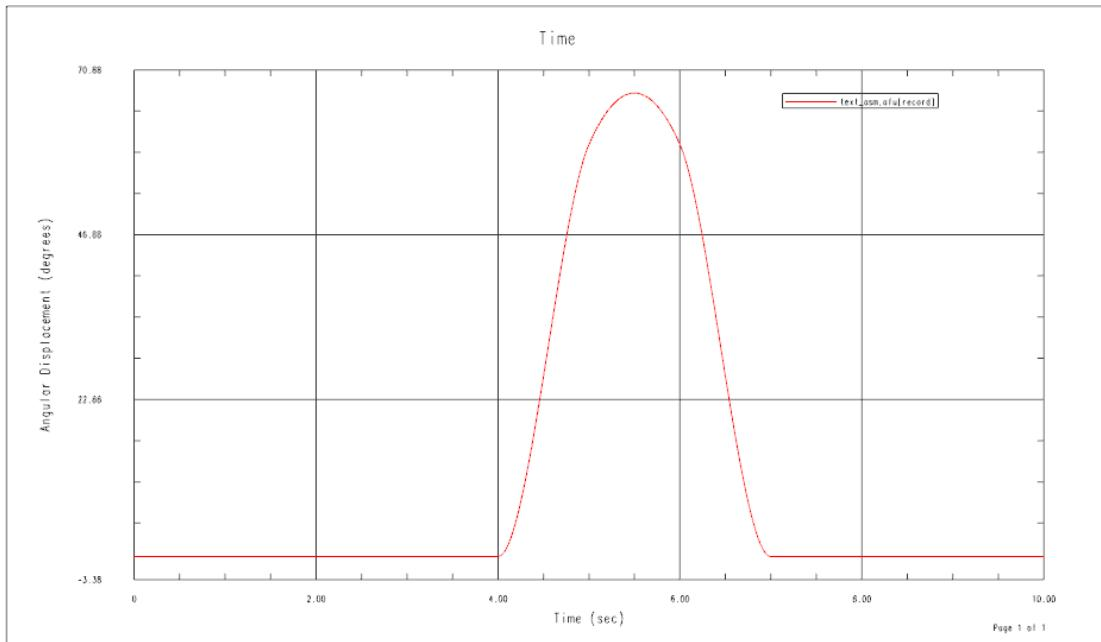

图 7.3.35 驱动函数图形
(3) 单击 **确定** 按钮 4 次, 完成运动副及驱动的定义。
**说明:** 使用下拉菜单 **分析(A)** → **运动(M)...** → **图表(C)...** 命令, 得到文本驱动的函数图形如图 7.3.35 所示。